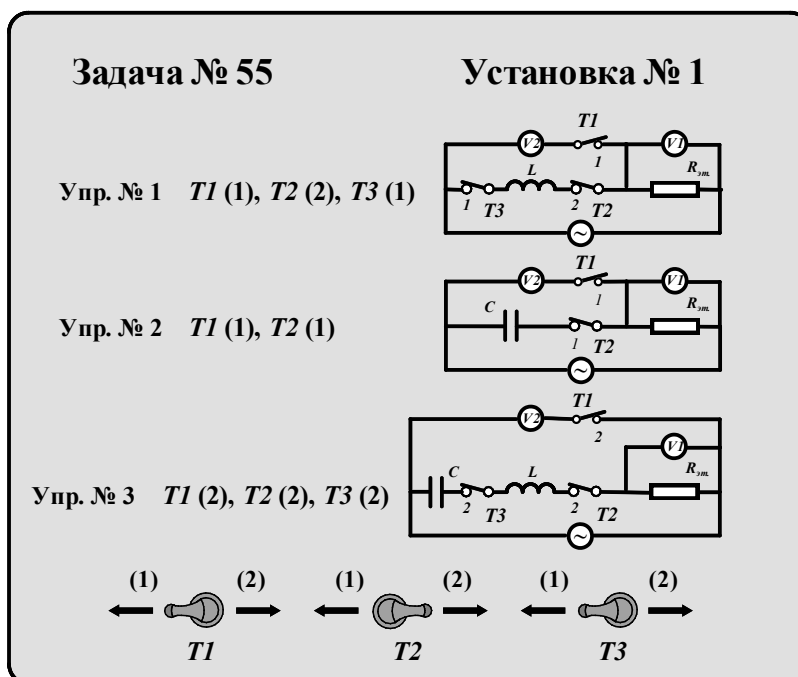

Рис. 11
В блоке элементов (рис. 11) находятся резистор  $R_{\text{эталон}}$ , катушка, обладающая индуктивностью  $L$ , и конденсатор емкостью  $C$ . Помимо перечисленных элементов блок содержит три тумблера  $T_1$ ,  $T_2$  и  $T_3$ , с
Установить тумблеры  $T_1, T_2, T_3$  для выполнения упражнения № 1 (рис. 11).
а) Настроить блок элементов для выполнения упражнения № 2 (рис. 11).
- а) Настроить блок элементов для выполнения упражнения № 3 (рис. 11).